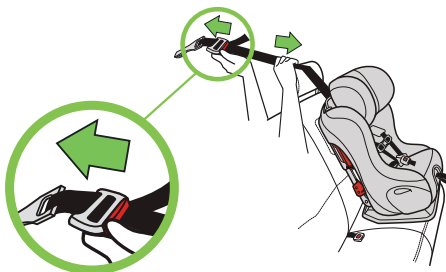

Figura 93
- Oprima y mantenga oprimido el botón de ajuste para alargar la correa superior tirando de esta al mismo tiempo, como se muestra en la **figura 93**.